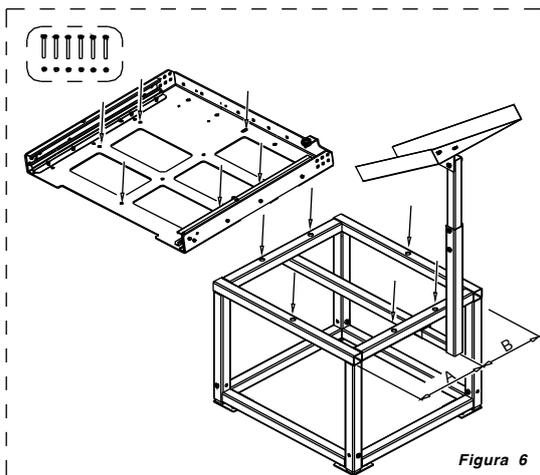

Figura 6
- Fissare saldamente il "Kit supporto e caricamento" al pavimento con tasselli ad espansione d' acciaio di D.10 mm garantendo che la quota A sia maggiore della quota B (vedi Figura 6). Si consiglia vivamente di verificare che il pavimento dove vengono fissati i tasselli sia compatto e adatto a supportare l' eventuale trazione data dall'estrazione dell'inserto per il caricamento.
- Procedere poi ad assemblare la base fissa al "kit supporto e caricamento" (vedi Figura 6) .